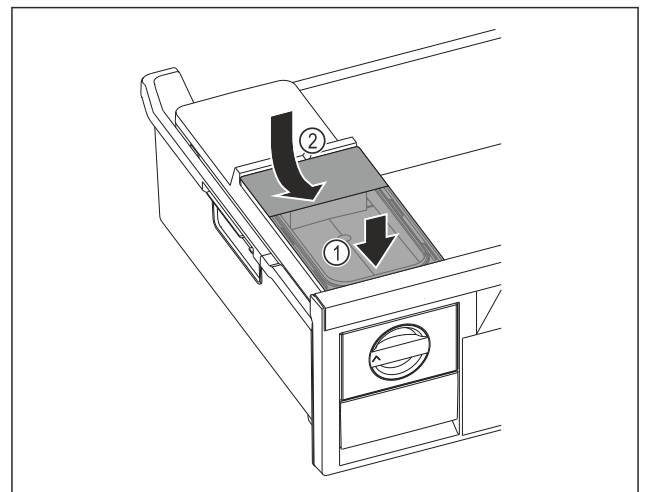

Fig. 122
- ▶ Wassertank vorne ansetzen. Fig. 122 (1)
- ▶ Wassertank hinten absenken. Fig. 122 (2)